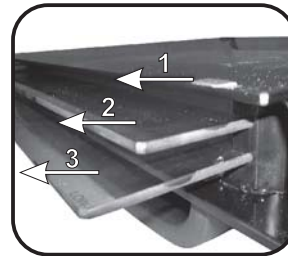

Abbildung 6
- * Für Pyrolyse Backöfen entfernen Sie bitte auch das 2. und 3. Backfenglas. (Abbildung 6)